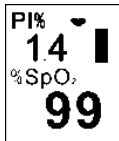

Abbildung 8
7. Wie für die vorherige Modalität kann die Anzeige um 180° gedreht werden. Durch wiederholtes Drücken der Taste gelangen Sie auf die auf Abb. 8 dargestellte Ansicht.